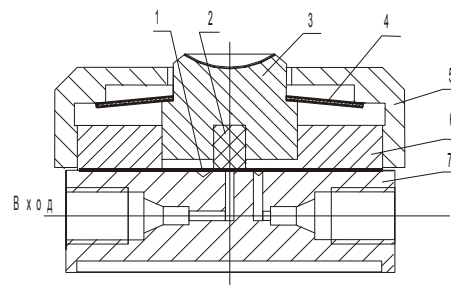

Рис. 7-3. Клапан противодействия.
- ◆ ослабить винты 1 (рис. 7.3)
Штатно проблему борьбы с пузырьками решает клапан противодействия, подключаемый к выходу рабочей кюветы, схематический разрез которого приведен на рис. 7-3. Клапан имеет значительное сопротивление (порядка 2 - 3 атмосфер) протеканию жидкости через него, которое практически не зависит от скорости ее течения. Дополнительное давление препятствует возникновению пузырьков в кювете.